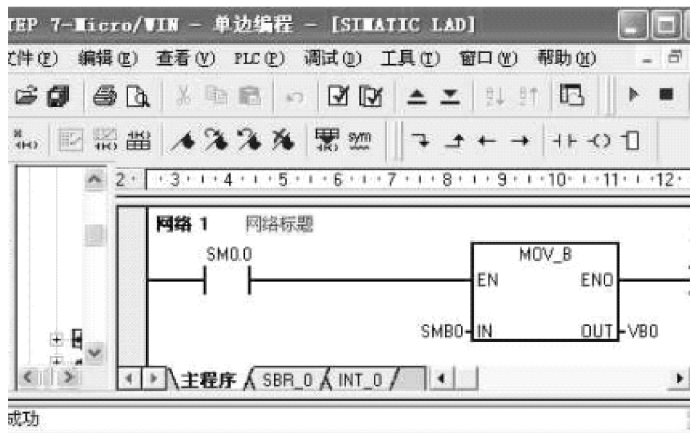

图 7-25 在 S7-200 的 OB1 (主程序) 中编写程序
6) 在 S7-200 的 OBI（主程序）中编写程序，如图 7-25 所示。程序的意思是把 SMB0 的状态传送到 VB0 中。